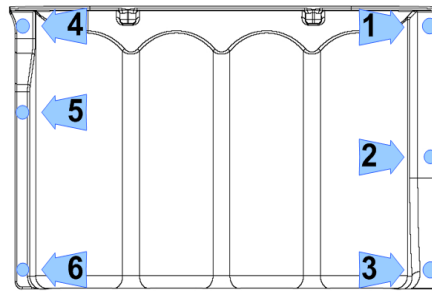

图 17 - 电容器盖板拧紧顺序
17. 将长紧固件 (M5X20) 和平垫圈放在图 17 - 电容器盖板拧紧顺序中所示位置三 (3) 中。按照此顺序拧紧两次。第一次仅向下拧紧紧固件一半，以方便调整。然后根据图 17 电容器盖板拧紧顺序中的顺序拧紧所有电容器盖板紧固件。第二遍时将所有电容器盖板紧固件拧至 13 in.lb.。